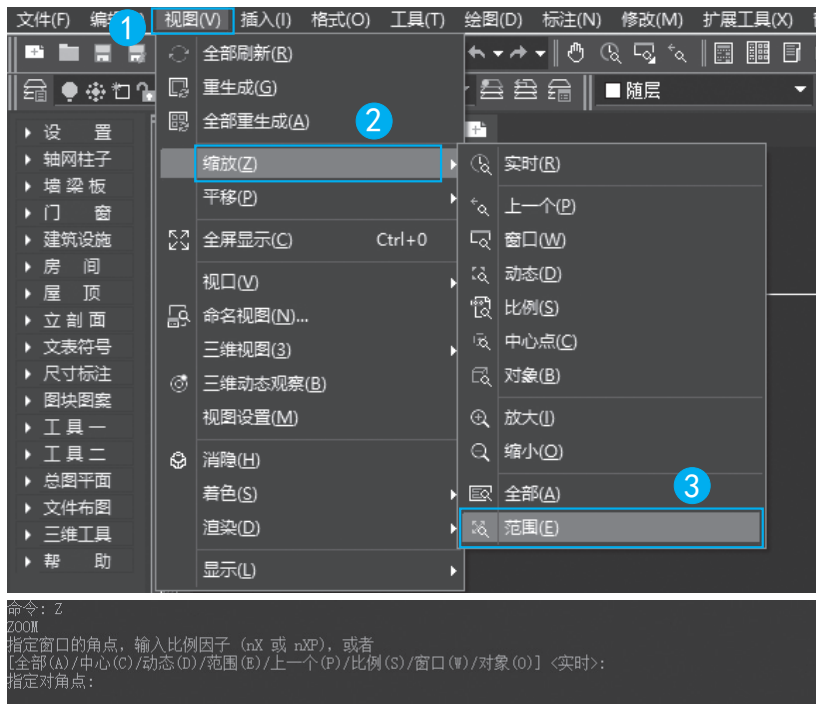

图 1-11 范围缩放
(1) 若此前通过“平移”命令移动了视图，可在命令行输入“Z”并按回车键，在命令行提示【ZOOM [全部(A)/中心(C)/动态(D)/范围(E)/上一个(P)/比例(S)/窗口(W)/对象(O)] <实时>:】中输入“E”后回车；或单击标准工具栏嵌套按钮中的“范围缩放”图标，如图 1-11 所示。